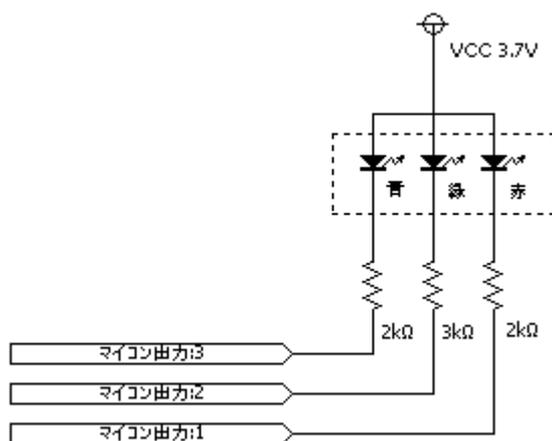

図 2.1 LED 回路
- ・電源は3.7V 各でカソードに電流制限抵抗を通してマイコンの出力端子に接続する（図 2.1）。